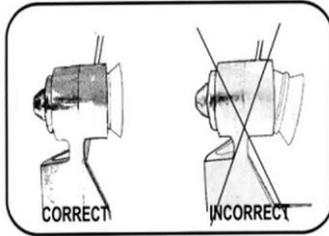

Abb. 35
5. Führen Sie die Dichtung der Ansaugkappe in die Spiralleitung ein, indem Sie diese tief eindrücken (Abb. 35).